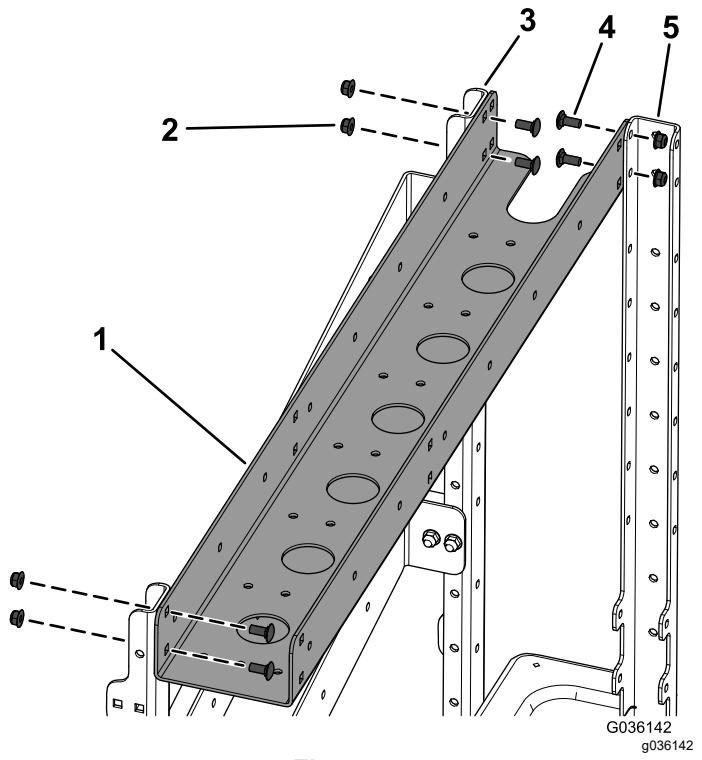

Figura 5
4. Montate la staffa del tubo sulle due staffe del telaio dei montanti laterali e sulla staffa del telaio del montante anteriore con 6 bulloni a testa tonda ($5/16$ x $\frac{3}{4}$ ") e 6 dadi flangiati (5/16 poll.) come illustrato nella Figura 5.